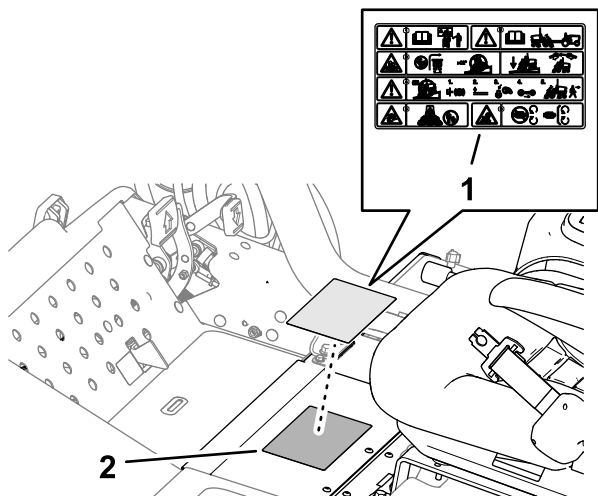

Figura 23
1. Limpie con alcohol la pegatina de advertencia estándar y deje que se seque el bastidor (Figura 23).
2. Retire el reverso de la pegatina de advertencia CE (pieza n.º 121-7928), y péguela sobre la pegatina de advertencia estándar, tal y como se muestra en la Figura 23.